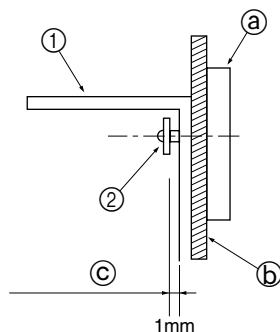

Fig. 3-4
- Primeiro, instale o suporte na parede e depois aperte o parafuso de maneira que o suporte possa deslizar para cima e para baixo. (Fig. 3-4)
- ① Suporte de prevenção de queda
- ② Parafuso de derivação